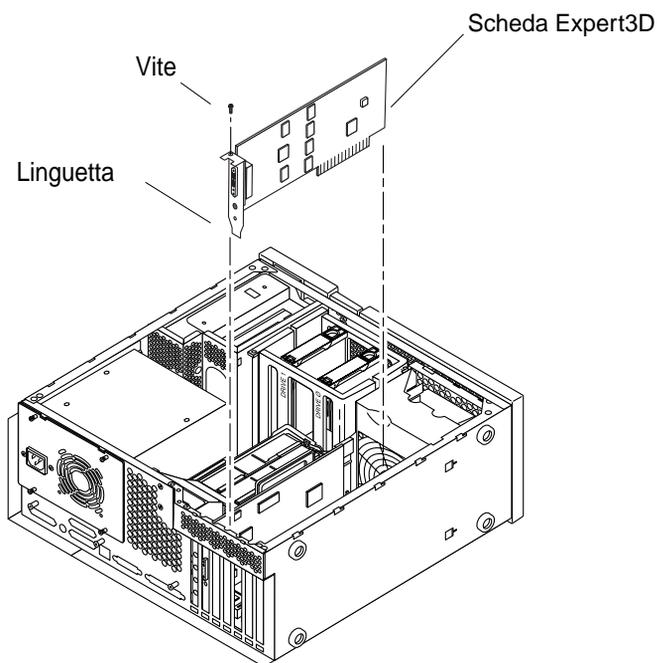

FIGURA 2-2 Installazione della scheda grafica Expert3D in un sistema Ultra 60
- FIGURA 2-2 Installazione della scheda grafica Expert3D in un sistema Ultra 60 5
- a. Collocare la scheda Expert3D nel cabinet (FIGURA 2-2).